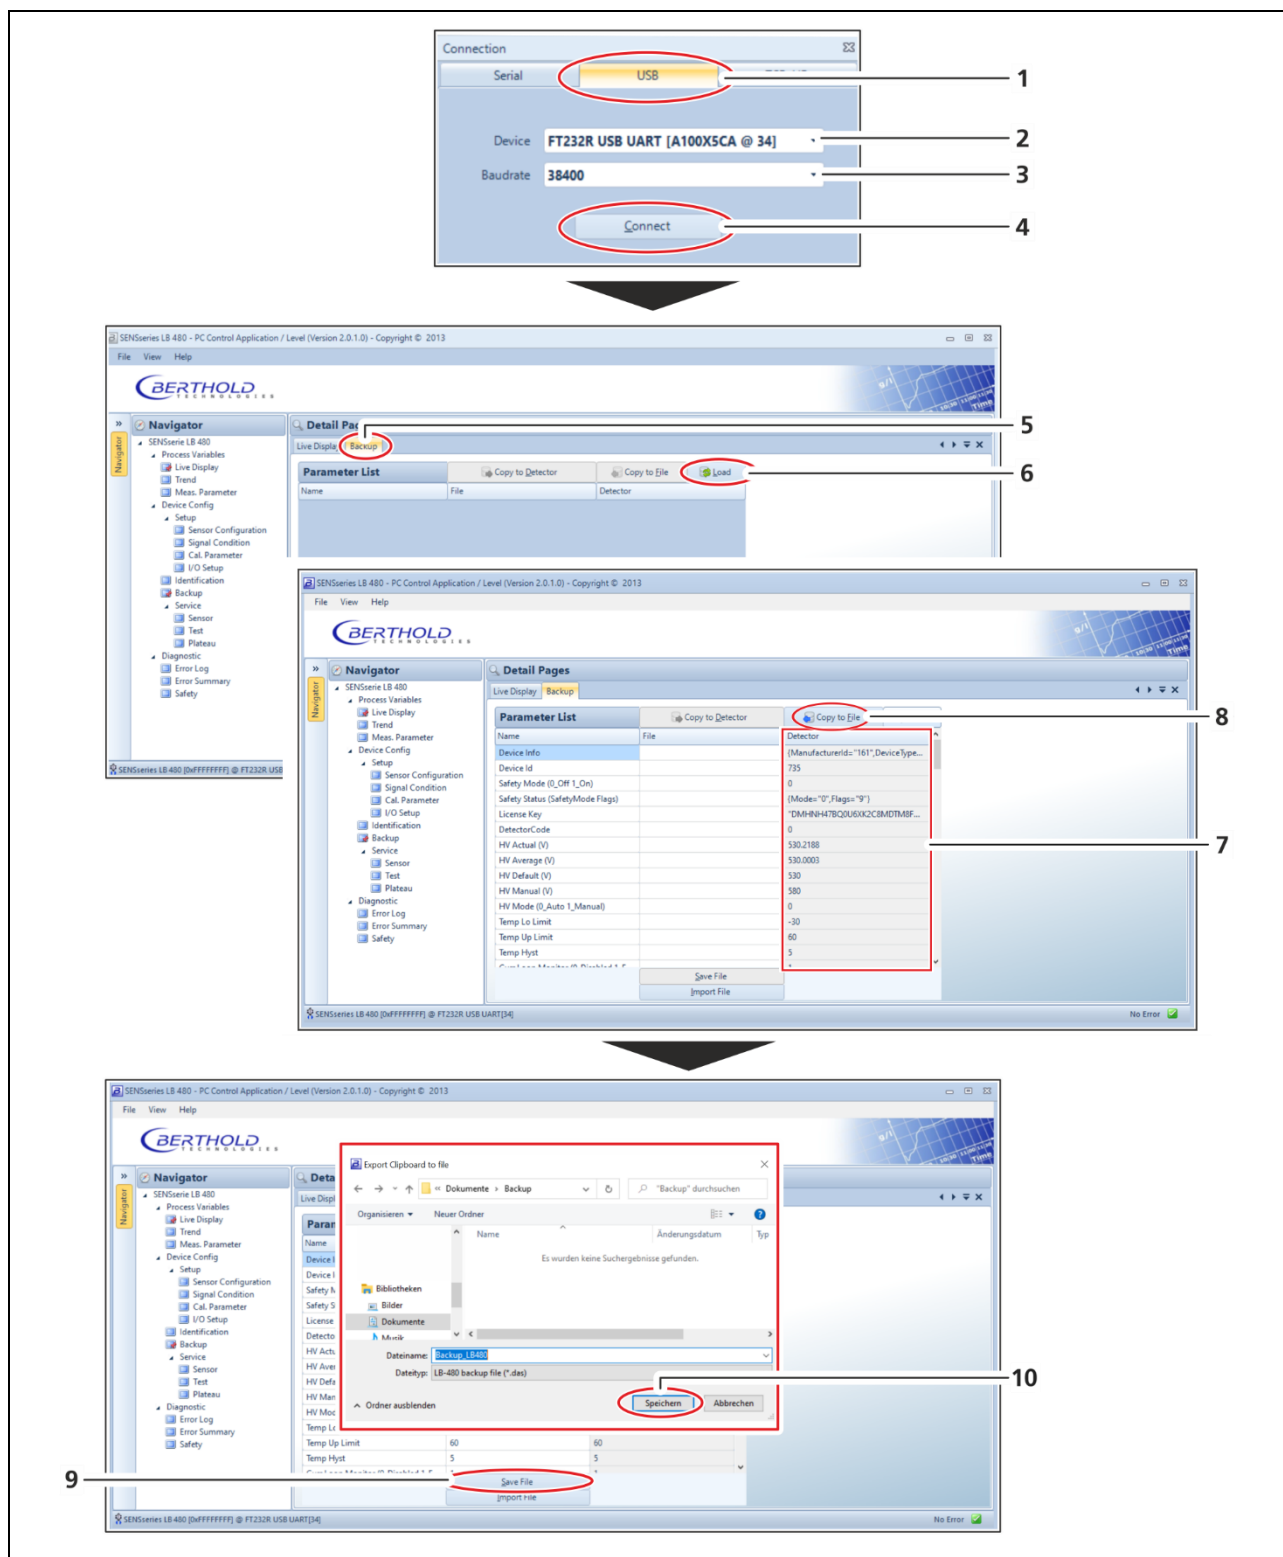

Abb. 2 Datensicherung mit LB 480-PC UserInterface
- Starten Sie das Programm *LB 480-PC UserInterface (Level, Density oder LevelSwitch)* und klicken Sie auf die Registerkarte „USB“ (Abb. 2, Pos.1).
- Wählen Sie unter „Device“ (Abb. 2, Pos.2) das Service-Modem aus.
- Wählen Sie unter „Baudrate“ (Abb. 2, Pos.3) 38400 Baud aus.
11. Klicken Sie auf <Connect> (Abb. 2, Pos.4).
12. Klicken Sie im Menübaum **Device Config ▶ Backup** (Abb. 2, Pos.5) auf die Schaltfläche <Load> (Abb. 2, Pos.6).
- ▶ Alle Parameter werden in der Spalte „Detector“ angezeigt (Abb. 2, Pos.7).
13. Klicken Sie auf die Schaltfläche <Copy to File> (Abb. 2, Pos.8).
14. Klicken Sie auf die Schaltfläche <Save File> (Abb. 2, Pos.9).
15. Wählen Sie einen Speicherort der Backup-Datei aus und klicken Sie auf die Schaltfläche <Speichern> (Abb. 2, Pos.10).